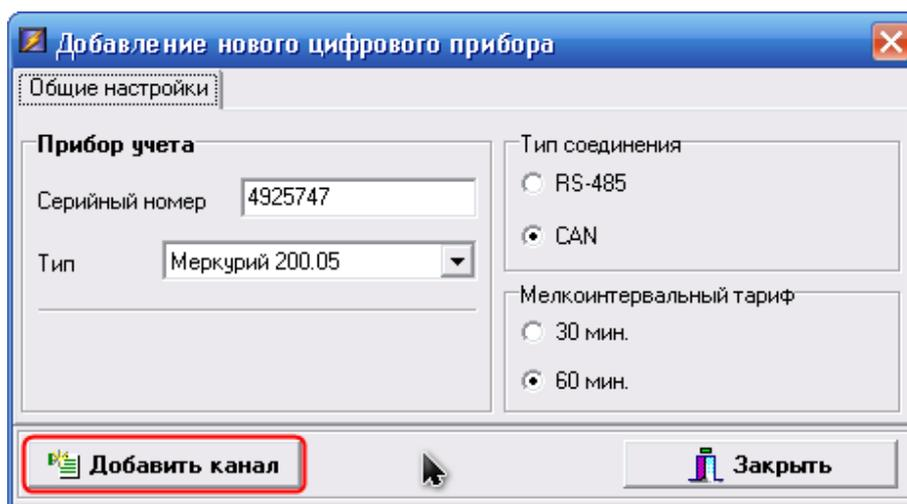

Рисунок 13. Окно добавления цифрового прибора
- в окне «Добавление нового цифрового прибора» произвести необходимые настройки нового прибора, после этого нажать кнопку «Добавить канал» (рисунок 13);